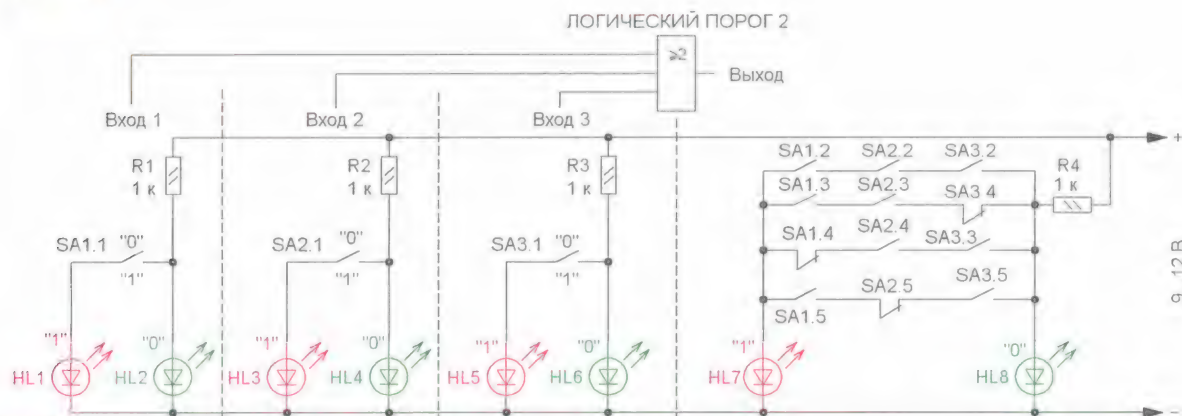
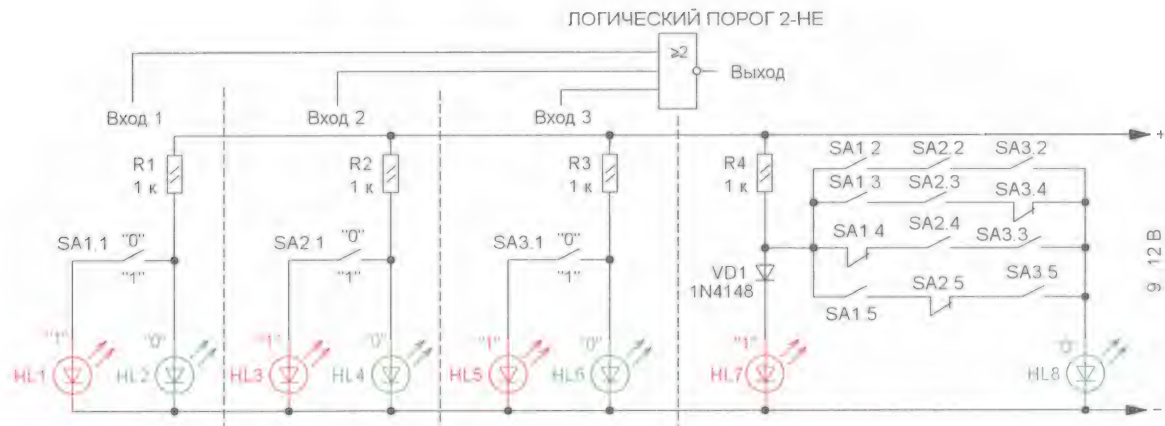
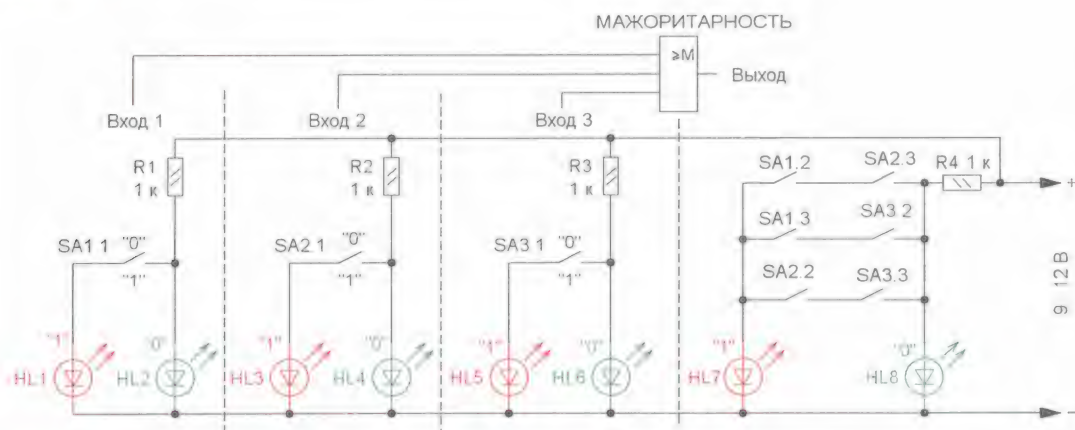
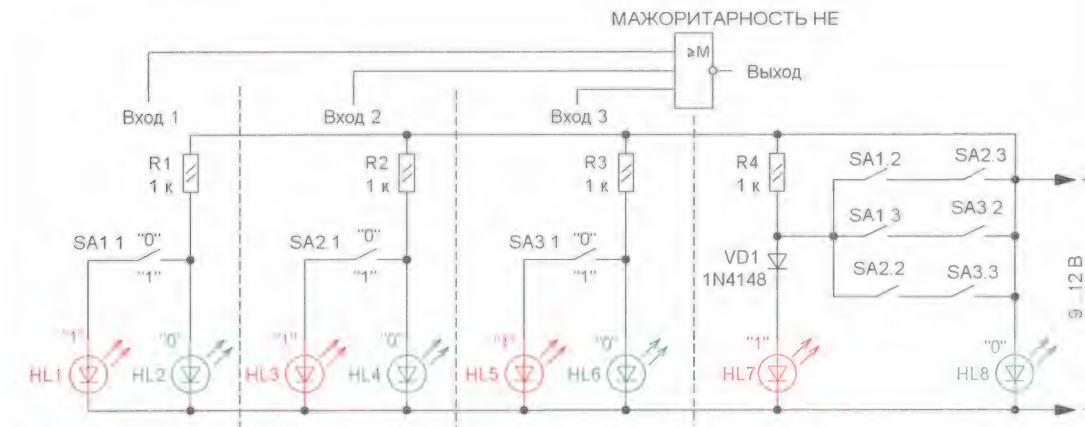

Рис. 7
Рис. 8
Рис. 9
Рис. 10
**"ЛОГИЧЕСКИЙ ПОРОГ 2"** — логический элемент, имеющий несколько входов и один выход, уровень лог. 1 на котором появляется только при условии, что такой уровень одновременно присутствует не менее чем на двух его входах (рис. 7).
**"ЛОГИЧЕСКИЙ ПОРОГ 2-НЕ"** — логический элемент, имеющий несколько входов и один выход, уровень лог. 0 на котором появляется только при условии, что уровень лог. 1 одновременно присутствует не менее чем на двух его входах (рис. 8).
присутствует на большинстве из его входов (рис. 9).
**"МАЖОРИТАРНОСТЬ-НЕ"** — логический элемент, имеющий несколько входов и один выход, уровень лог. 0 на котором появляется только при условии, что уровень лог. 1 одновременно присутствует на большинстве из его входов (рис. 10).
Имитаторы логических элементов, имеющих идентичные таблицы истинности, например, на рис. 7 и рис. 9, а также рис. 8 и рис. 10, можно было бы